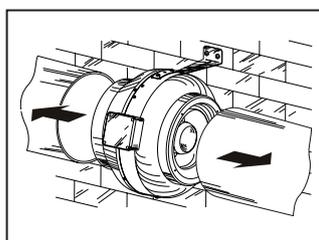

Abb. 19
2. Trennen Sie die Lüftungsrohre vom Ventilator ab, Abb. 19;